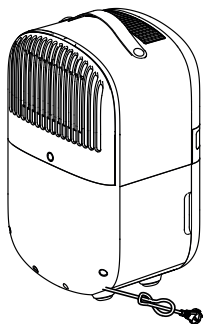
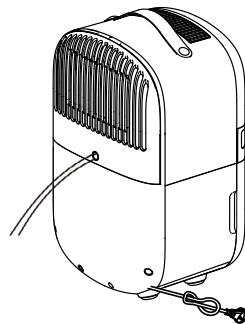

Abb. 4
Abb. 6
2. Trennen Sie es von der Stromversorgung ab. Vergewissern Sie sich, dass die hintere Seite des Gerätes gut zugänglich ist (Abb. 4).
3. Brechen Sie den Stopfen der Ablassöffnung in der Filterabdeckung (6) heraus, entfernen Sie die Abdeckung und entfernen Sie den Gummistopfen aus der Ablassöffnung.
4. Ziehen Sie den Ablaufschlauch (12) durch das Loch im Deckel und schieben Sie ihn in den Ablaufschlitz unter dem Deckel (Abb.6).